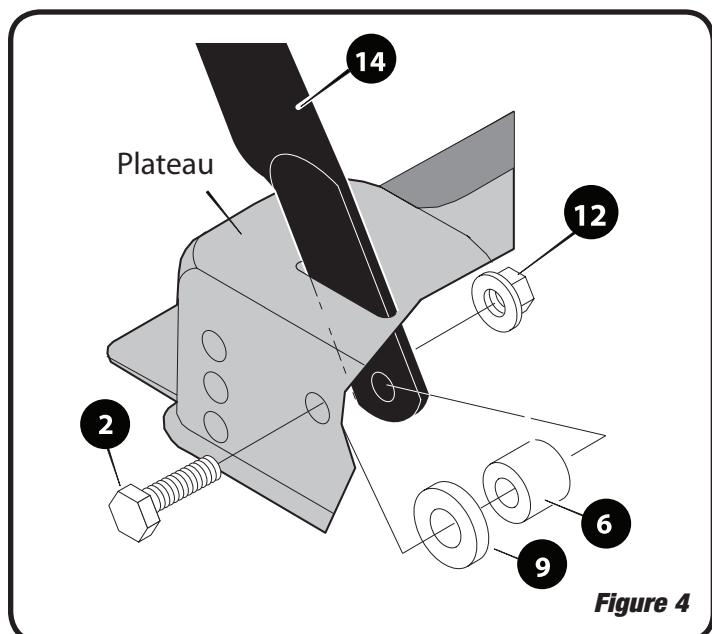

Figure 4
2. Insérez le guidon inférieur (article 14) à travers les fentes de chaque côté de l'arrière du plateau, et alignez les trous du plateau sur les trous du guidon inférieur. Voir Figure 4.